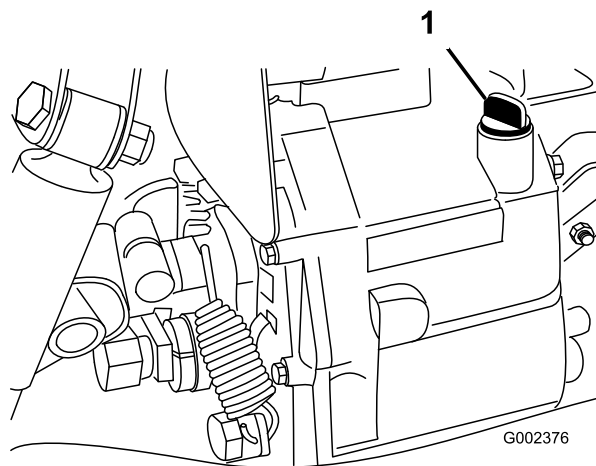

Figura 64
4. Limpe a zona em redor da vareta (Figura 64).